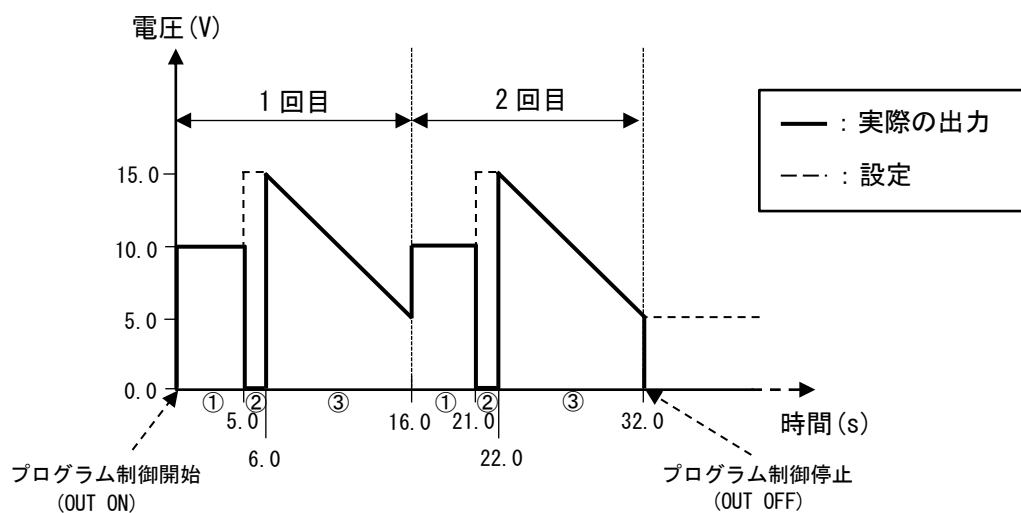

図 7-13 プログラム制御実行結果例
※図 7-13 の①～③は図 7-12 の 1～3 行を示しています。
(2) 行 No. 1 の実行(図 7-13 ①部分)
(3) 行 No. 2 の実行(図 7-13 ②部分)
(4) 行 No. 3 の実行(図 7-13 ③部分)